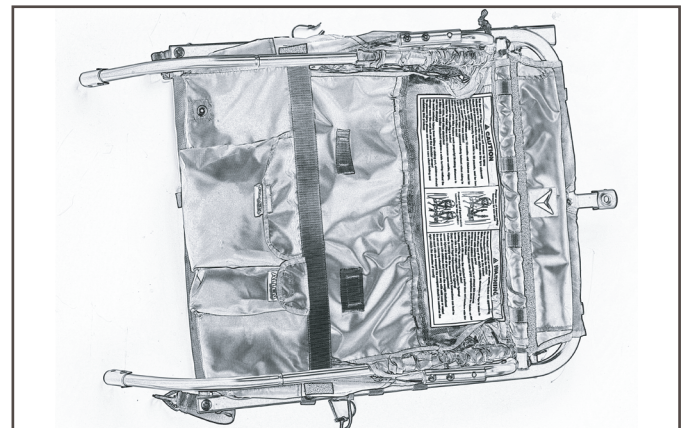

図39
- c. 図のように、トレーラーがぺちゃんこになるまでフレームを畳みます(図39)。